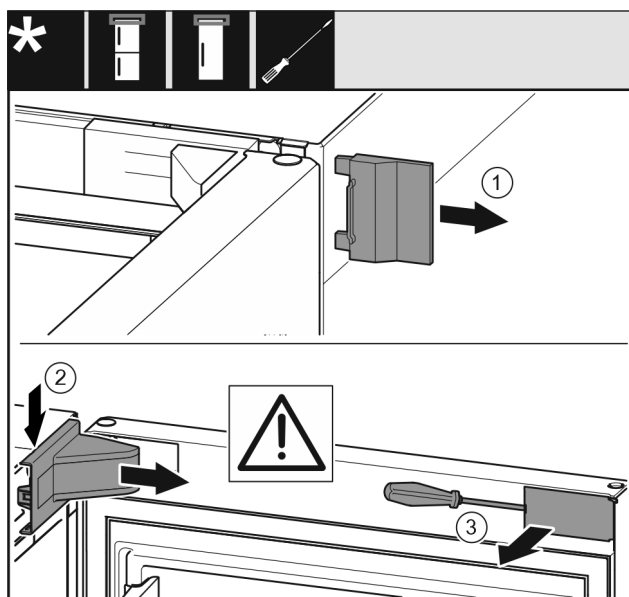

Fig. 6
- Zdjąć zewnętrzną osłonę. *Fig. 6 (1)*
- Wyczepić i poluzować osłonę płytki zawiasu. Zdjąć osłonę płytki zawiasu. *Fig. 6 (2)*
- Przy pomocy śrubokręta wyczepić zaślepkę i odchylić w bok. *Fig. 6 (3)*